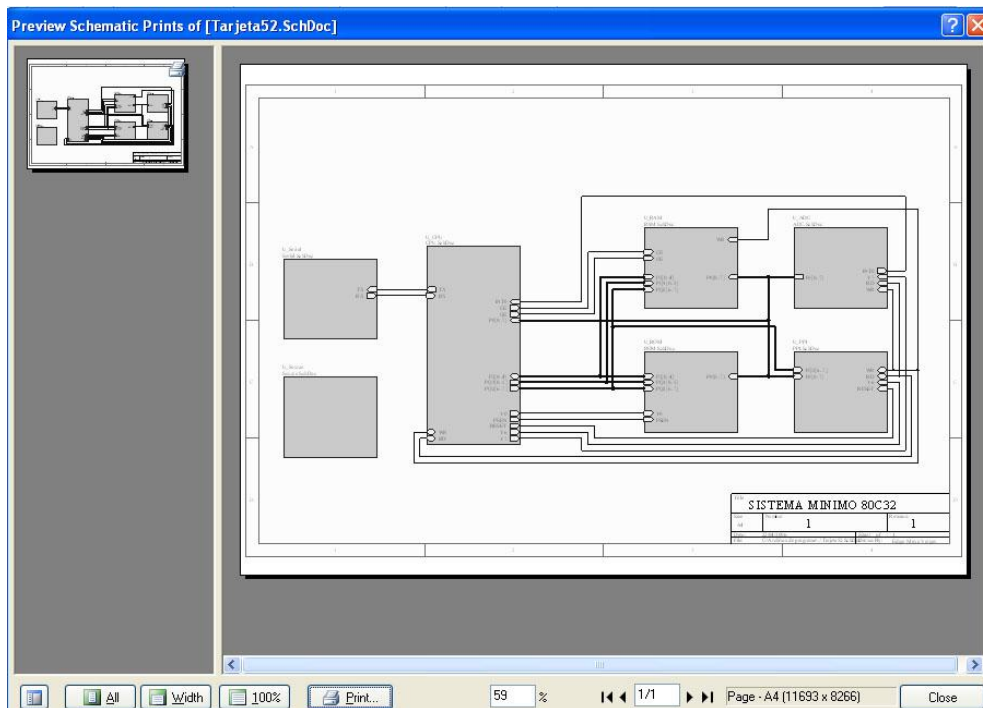

Figura 2.61 Vista de Impresión
2. Realizar una vista previa del documento mediante el comando **File/Print Preview**. Figura 2.61